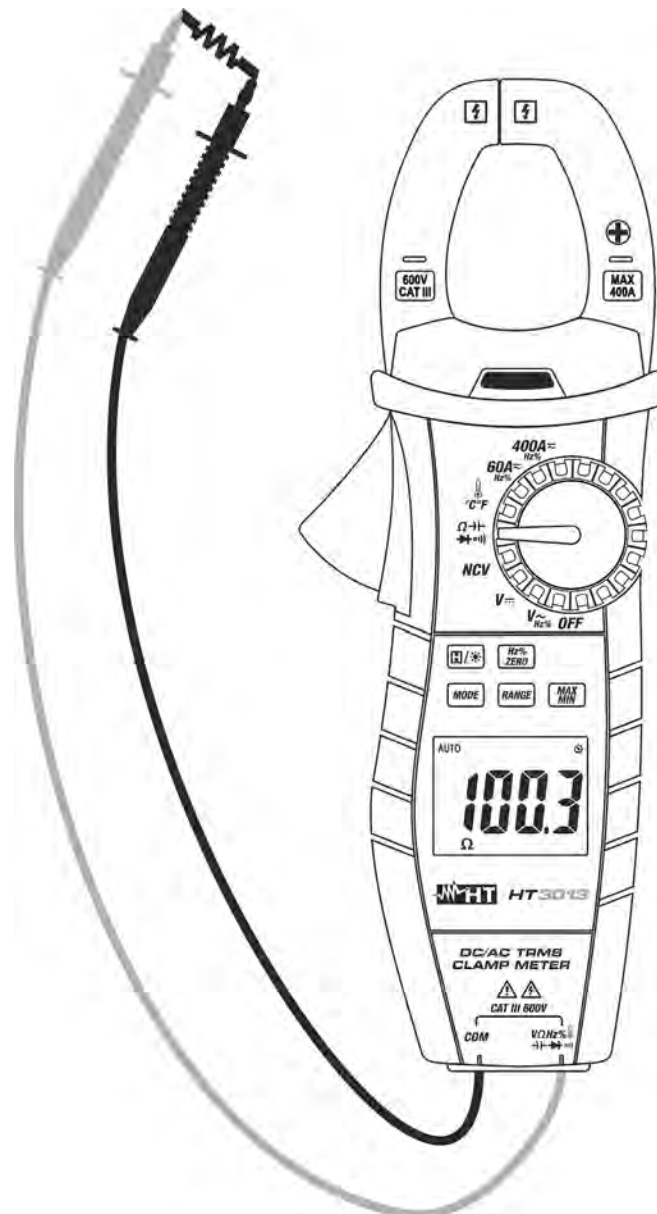

Abb. 7: Verwendung der Zange für Widerstandsmessung
3. Stellen Sie die Messleitungen in die gewünschten Punkte des zu messenden Kreises (siehe Abb. 7). Der Widerstandswert erscheint auf dem Display.